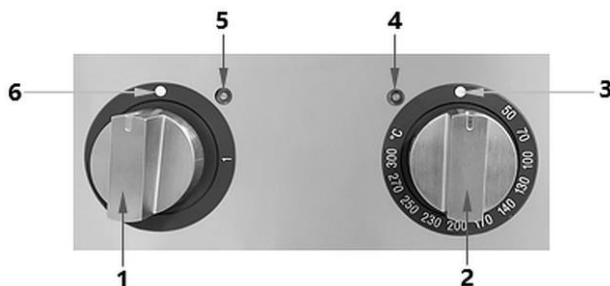

Fig. 7
1. Tournez le régulateur principal (1) en position 1 (fig. 7).